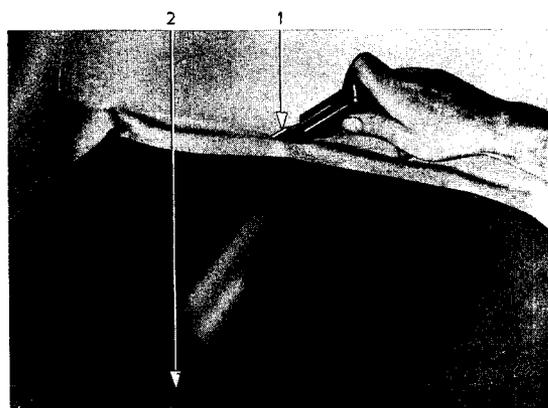

Bild 213 - Himmel mit Köderstemma zwischen Gummifassung und Dachrahmen eindrücken – Rekord
Das Eindrücken des Himmels zwischen Dachrahmen und Gummifassung ist mit dem Köderstemma SW-158 vorzunehmen (Bild 213). Die Gummischnur muß dabei im Bereich des festzuklebenden Himmels aus der Gummifassung herausgezogen sein, damit diese entspannt ist.
15. Himmel des Rekord gleichmäßig und faltenfrei nach hinten ausspannen und über Mitte Rückwandscheibe beginnend mit Köderstemmer SW-158 nach beiden Seiten zwischen Gummifassung und das mit Gummikleber bestrichene Karosserieblech eindrücken (Bild 213).